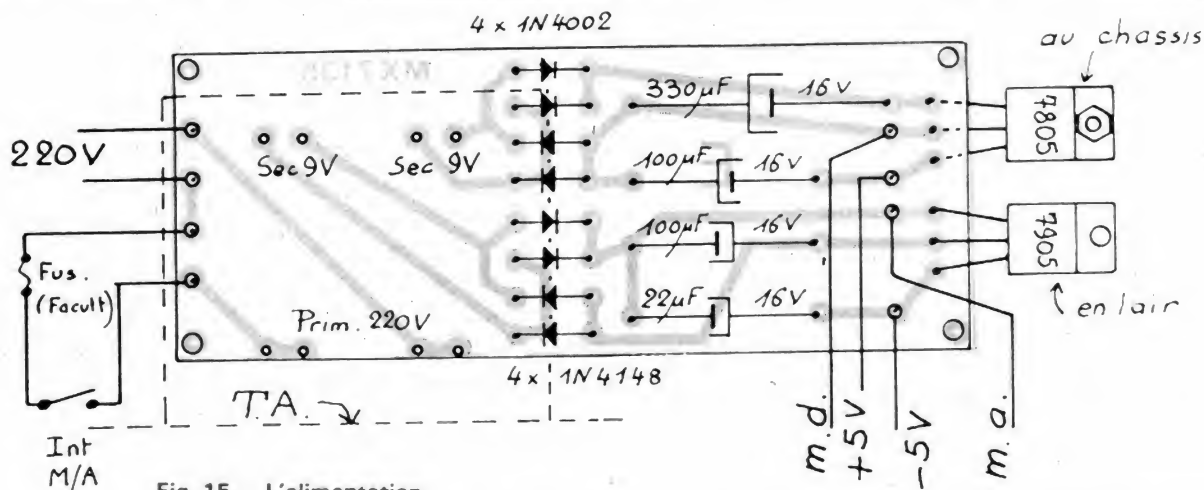

Fig. 15. — L'alimentation.
a) L'alimentation (voir fig. 15)